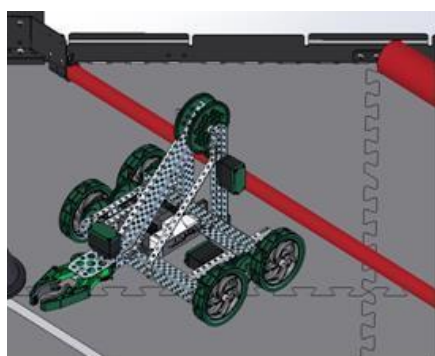

图 12 不合法的启动位置
6.5.2.5 每场比赛开始时，每台机器人必须放在与本联队启动杆接触的地方，且不能接触任何得分物品（预装的锥筒除外），也不能接触别的机器人，见图 12 和 13。初赛中，红色联队有权把它们机器人最后放到场上。复赛中，排序较高的联队有权把它们机器人最后放到场上。机器人的放置必须迅速，且先放的参赛队一旦确定机器人的位置就不能再调整。违反此规则的参赛队将由裁判员随机地重新放置他们的机器人。